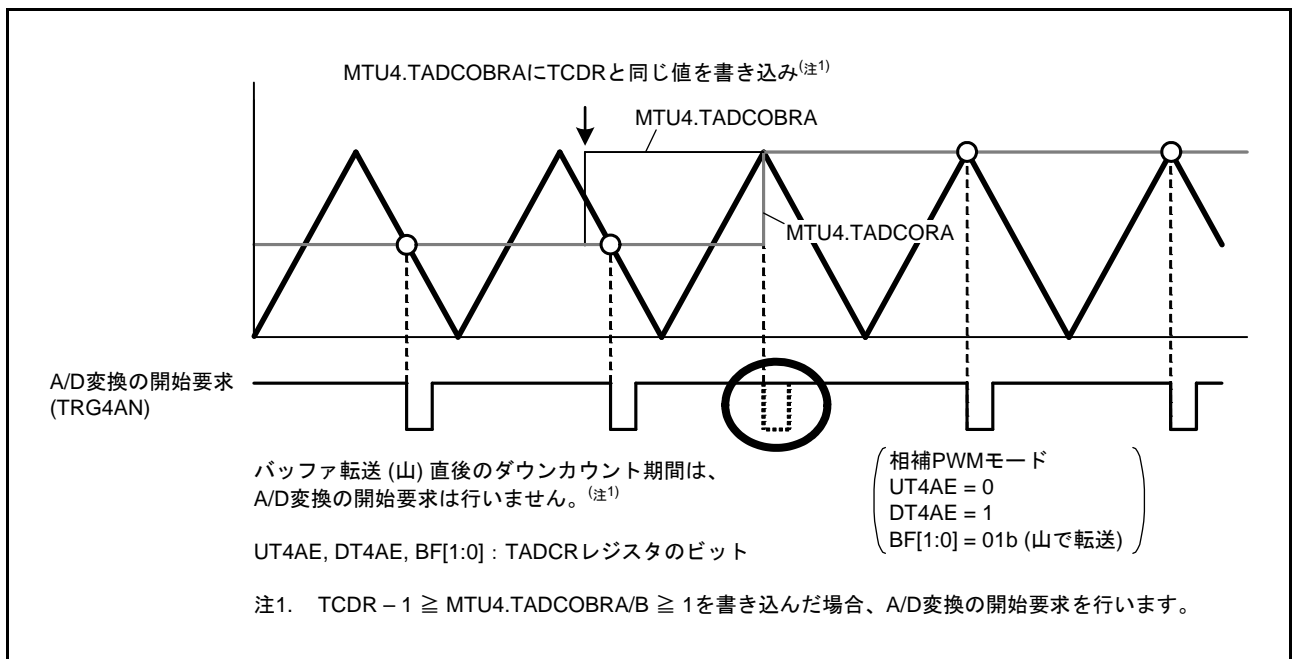

図 22.126 MTU4.TADCOBRAにTCDRと同じ値を書き込んだときのA/D変換の開始要求
- MTU4.TADCOBRA, MTU4.TADCOBRB レジスタに TCDR レジスタと同じ値、かつ、MTU4.TADCR レジスタの DT4AE, DT4BE ビットに“1”を設定して、MTU4.TCNT カウンタの山でバッファ転送したとき、転送直後のダウンカウント期間については A/D 変換の開始要求を行いません (図 22.126)。